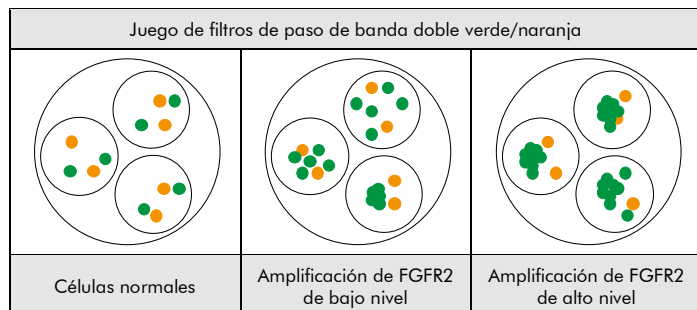

Fig. 2: Resultados previstos en núcleos normales y anómalos
**Situación normal:** En las interfases de células normales o células sin una amplificación que implique la región del gen FGFR2, aparecen dos señales verdes y dos naranjas (ver Fig. 2).
**Situación anómala:** En células con una amplificación de la región del gen FGFR2 se observará un aumento del número de señales verdes o grupos de señales verdes (ver Fig. 2).